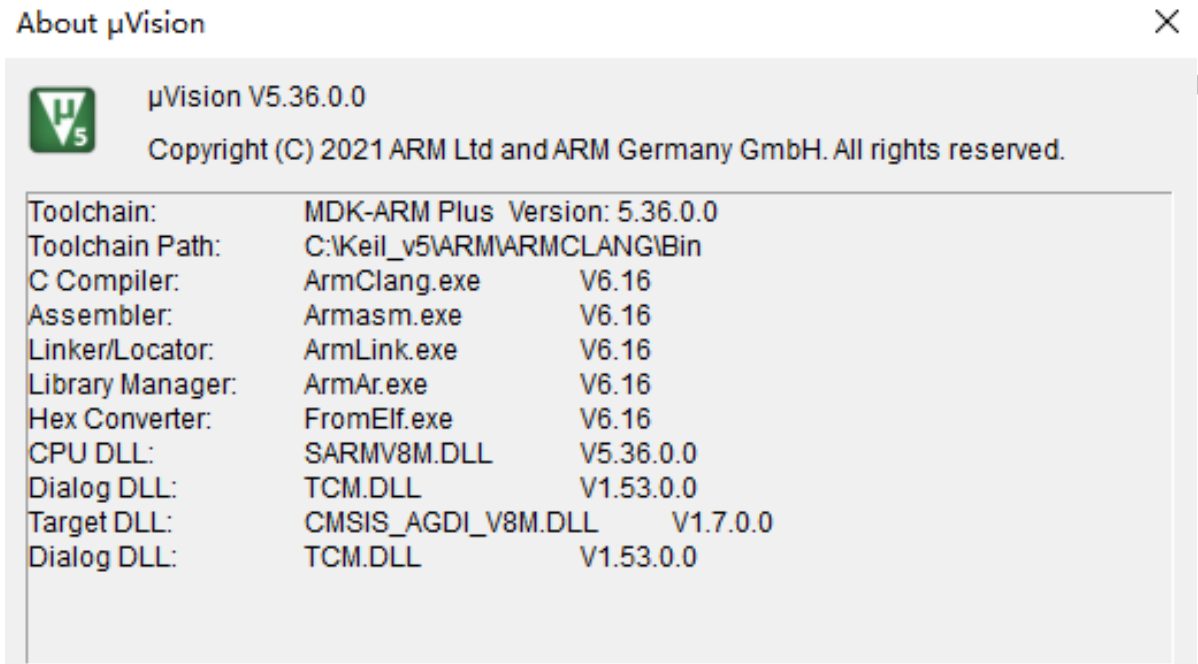

图 1-1 MDK5.36 软件版本信息
1. 需要安装 MDK5.36 以上版本，MDK5.36 版本相关信息如图 1-1 所示，安装过程可参考网上教程。